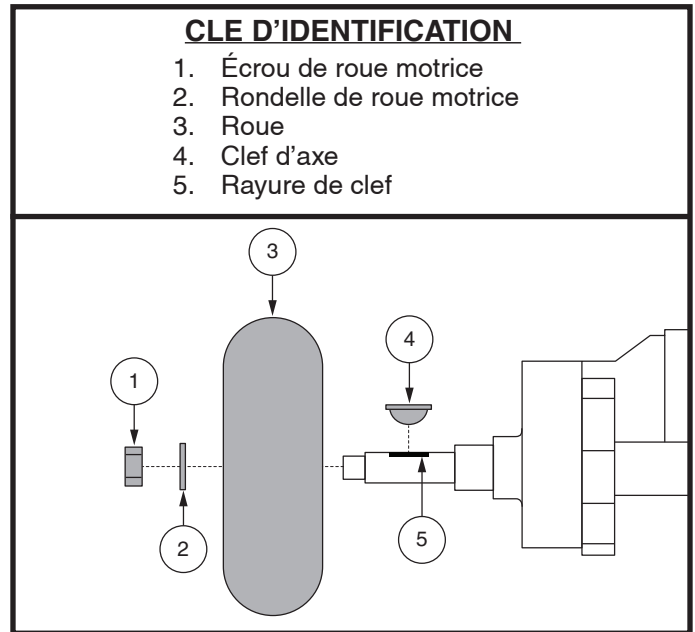

Figure 20. Enlèvement de la roue motrice à âme pleine
3. Enlever le l'écrou et la rondelle de roue motrice sur l'essieu. **Voir la figure 20.**